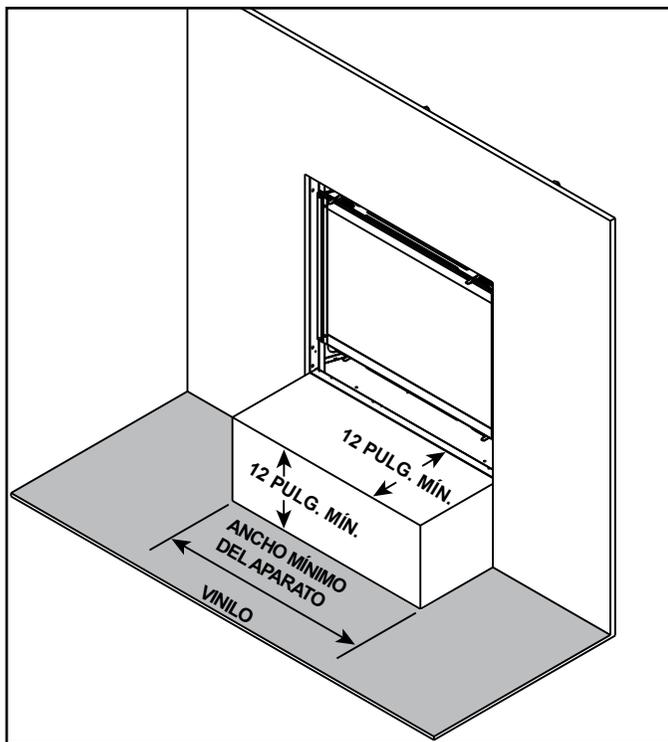

Figura 3.17 Recomendaciones para pisos de vinilo
El piso de vinilo es sensible al calor. Para evitar dañar el piso de vinilo, se recomienda un hogar de 12 pulgadas x 12 pulgadas (304.8 x 304.8 mm) como mínimo al utilizar piso de vinilo hasta la pared. Consulte la Figura 3.17. Si no se utiliza un hogar, se recomienda dejar una distancia mínima de 30 pulgadas (762 mm) frente al aparato con respecto al piso de vinilo. O bien, se debe elevar la parte inferior del aparato un mínimo de 24 pulgadas (609.6 mm) del suelo para permitir la instalación del piso de vinilo hasta la pared.
- El piso de material inflamable se puede ubicar en la parte delantera del aparato. Hay excepciones con respecto al piso de vinilo o adhesivo, como se indica en la Figura 3.17.